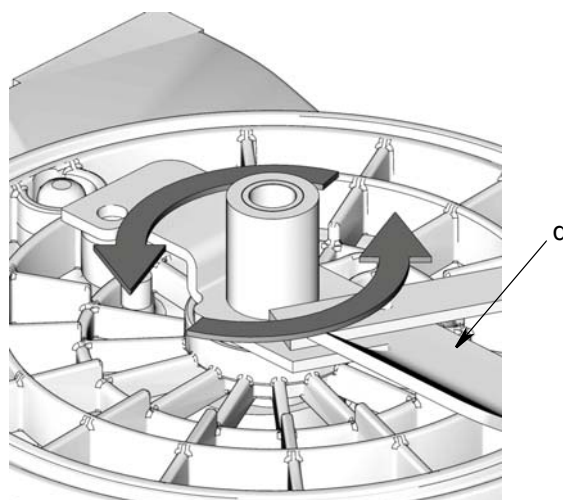

FIG. 5
6. **Para todas las instalaciones,** gire la paleta (d) **en sentido de las agujas del reloj** para aflojarla y retirarla de la base de la G3 (FIG. 5).